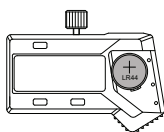

fig.2
---Coloque la pila LR44 en su alojamiento, el polo positivo de la pila (+) debe mirar hacia fuera (fig.2)